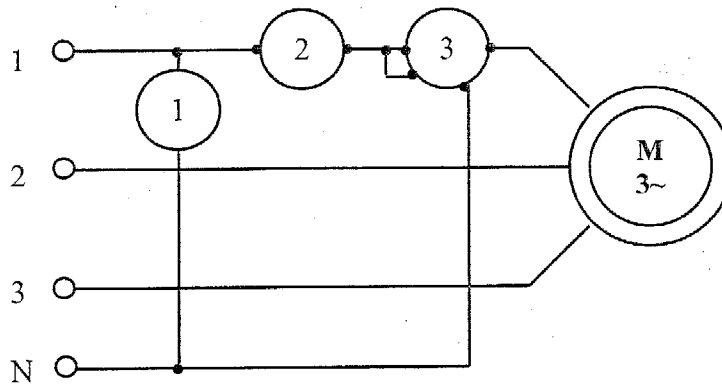

Figure 3 : mesure des grandeurs électriques
- 3.4 Sur le document de la figure 3 ci-dessus, on a représenté les appareils permettant de mesurer la valeur efficace de certaines grandeurs électriques. Pour chacun des appareils de mesure indiquer : son nom, le mode utilisé et la valeur numérique lue avec son unité.